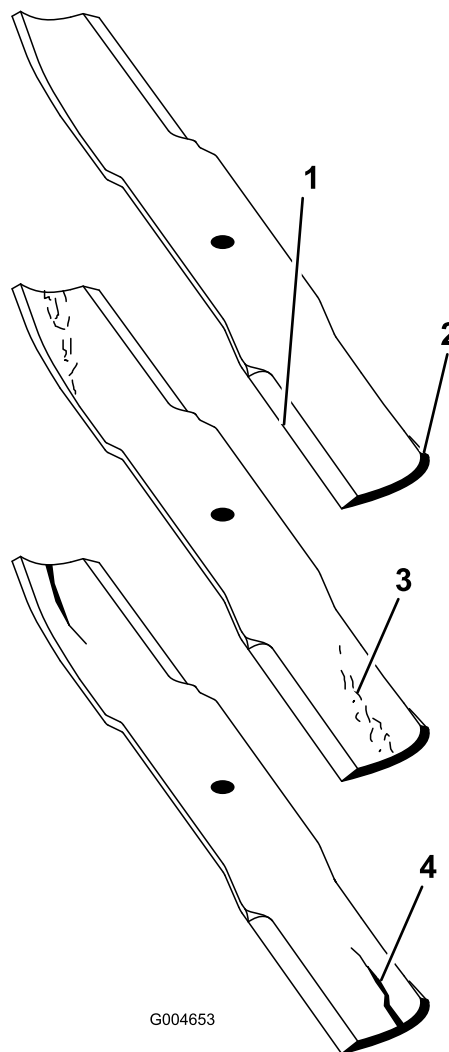

Figure 87
2. Examinez attentivement les tranchants de la lame, particulièrement au point de rencontre des parties plane et relevée (Figure 87). Le sable et les matières abrasives peuvent éroder le métal à cet endroit, c'est pourquoi il est important de contrôler l'état de la lame avant d'utiliser la tondeuse. Remplacez la lame si elle vous semble usée (Figure 87).
Si la lame est trop usée, une entaille se forme entre la partie relevée et la partie plane (Figure 87). La lame risque alors de se briser et un morceau peut alors être projeté du dessous de la machine, vous blessant gravement ou une personne à proximité.